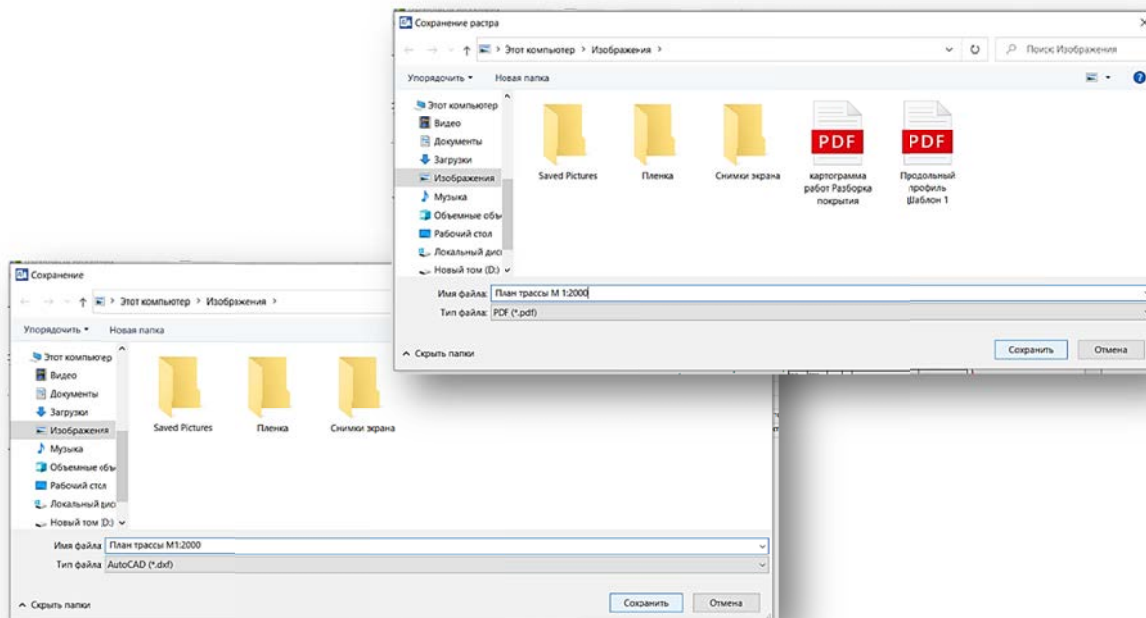

Рис. 6.9. Сохранение чертежа в различных форматах
7. Сохраните чертежи, указывая в диалоге сохранения имена файлов и их расположение (рис. 6.9).